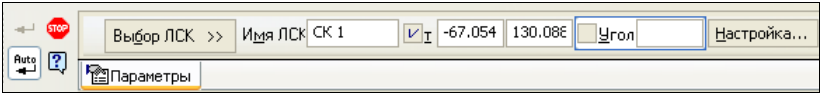

Рис. 13.1. Панель свойств в режиме создания локальной системы координат с открытым списком ЛСК
- ◆ вызовите любым способом команду **Локальная СК**. Курсор преобразовался в систему координат, которая перемещается при перемещении мыши. Обратите внимание на Панель свойств (рис. 13.1), открытую на вклад-